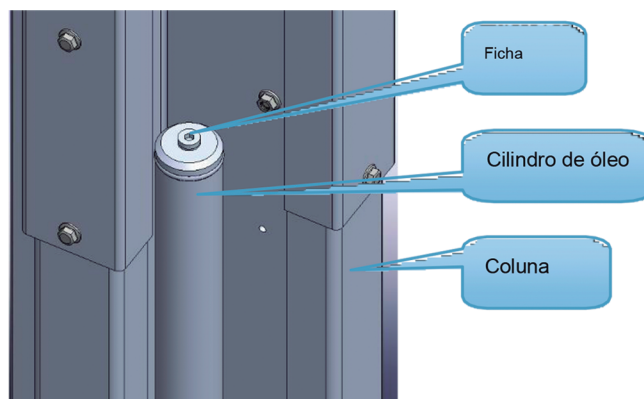

Figura 51
8.2.2 Escape do cilindro de óleo. (Figura 51)